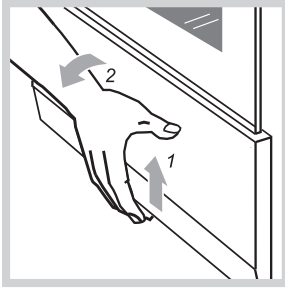

Рис. 12
- Плиты выпускаются двух исполнений: с выдвигаемым ящиком и с откидной дверцей. Чтобы открыть дверцу, ее нужно приподнять вверх и наклонить на себя (рис. 12).